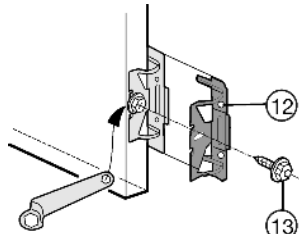

Fig. 12
- ▶ Alle bevestigingshoeken Fig. 12 (12) met zeskantbout Fig. 12 (13) in de voorgeboorde gaten van de deur aan het apparaat draaien.
- ▶ Een 2e paar bevestigingshoeken Fig. 12 (12) monteren.